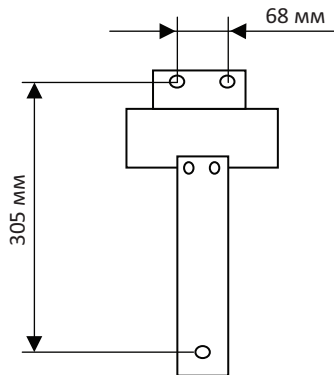

Рис. 5.10
а) Блок установки HZ08 крепится снаружи кондиционируемого помещения при помощи монтажной пластины (см. рис. 5.10 г) на вертикальную достаточно прочную поверхность.
- Для извлечения электростатического фильтра необходимо открутить винт крышки фильтра (рис. 5.10 а), снять крышку и извлечь фильтр, предварительно нажав на защелку.